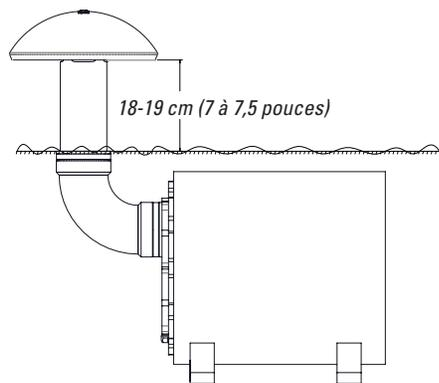

Figure 15
5. Insérez l'enceinte L12XC dans le trou. Réglez le niveau du gravier au besoin afin d'obtenir la hauteur désirée du capot de l'évent au-dessus du niveau de la surface. L'évent doit dépasser d'environ 19 cm (7,5 pouces) du niveau du sol au bas du capot comme représenté dans la figure 15.